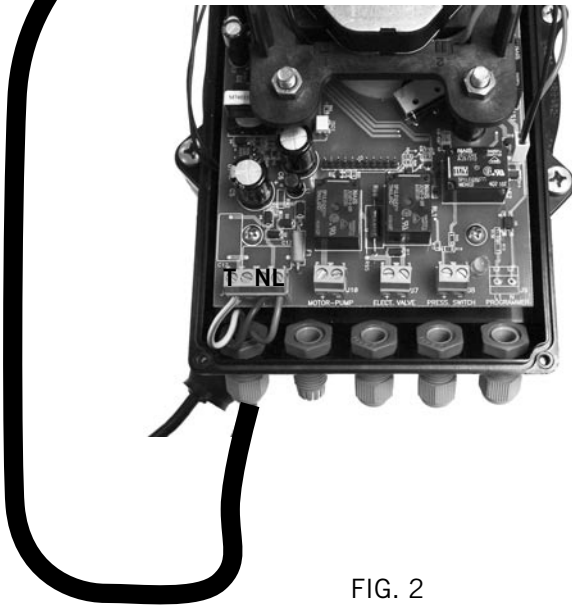

FIG. 2
Mit dem Ausbau beginnen. Zuerst die 4 Schrauben entfernen(13), mit denen der Deckel (1) befestigt ist, (Anhang 2 - Abb. 2)
Den Deckel (1) wieder aufsetzen (Anhang 2 - Abb. 2)
3. Deckel (1) entfernen (Anhang 2 - Abb. 2), indem die vier Schrauben (13) entfernt werden, um an die Anschlussleiste zu gelangen.
5. Deckel (1) (Anhang 2 - Abb. 2) aufsetzen und mit den Schrauben (13) befestigen.